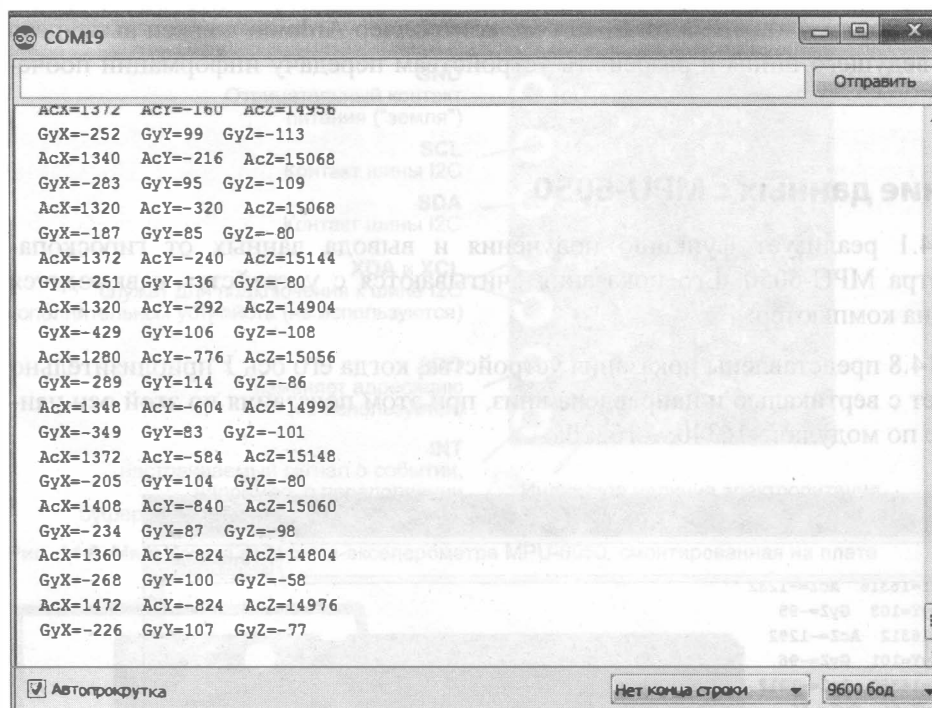

Рис. 14.9. Ось Z акселерометра перпендикулярна горизонту
- ♦ на рис. 14.9 представлены показания устройства, когда его ось  $Z$  вертикальна и направлена вверх, — в этом случае наибольшие показания акселерометра снимаются по оси  $Z$ :  $14804 \dots 15148$ .